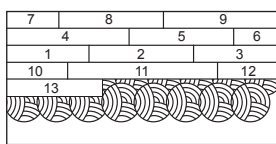

Figure 18
- Assurez-vous de ne pas étaler l'adhésif trop en avant de votre zone de travail (fig. 18).